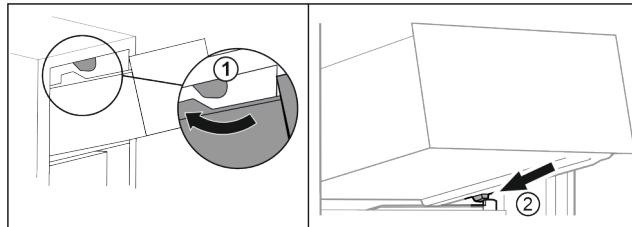

Fig. 83
- Обведите выдвижной ящик вокруг верхнего стопора. Fig. 83 (1)
- Наклоняя вниз, установите выдвижной ящик за нижние стопоры на контейнерное ребро. Fig. 83 (2)